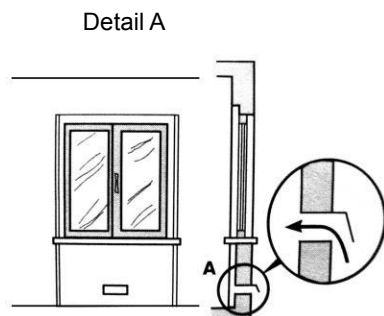
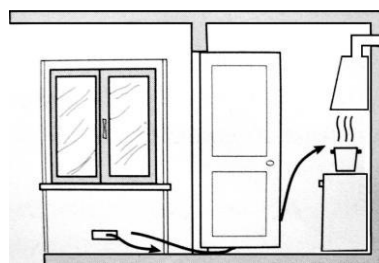

Abbildung 3
Abbildung 4
- b)** Der Raum muss auch den Zustrom der Luft erlauben, die für eine ordnungsgemäße Verbrennung benötigt wird. Der Luftstrom für Verbrennungszwecke darf nicht weniger als $2 \text{ m}^3/\text{h}$ pro kW installierter Leistung betragen. Die Zuführung der Luft kann durch einen direkten Zustrom von außen durch einen Kanal mit einem Innenquerschnitt von mindestens 100 cm^2 bewirkt werden, der nicht blockiert werden darf. Die Geräte, die nicht mit einer Sicherheitseinrichtung ausgerüstet sind, um zu verhindern, dass die Flamme versehentlich ausgeht, müssen eine Belüftungsöffnung haben, die zweimal so groß ist, wie es sonst erforderlich ist, d.h. mindestens 200 cm^2 (Abbildung 3). Andernfalls kann der Raum indirekt durch angrenzende Räume belüftet werden, die mit Lüftungskanälen nach außen ausgestattet sind, wie oben beschrieben, solange die angrenzenden Räume nicht geteilte Flächen, Schlafzimmer sind oder das Brandrisiko darstellen (Abbildung 4).